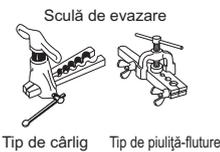
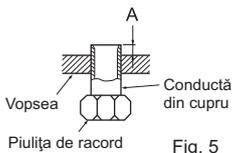

Fig. 4
Fig. 5
- 5) Introduceți complet capacul de scurgere în partea dreaptă din spate a unității interioare. (Fig. 4)
- 6) Introduceți furtunul de evacuare în manșonul pentru orificii realizate în perete (C) și prindeți partea superioară a unității interioare la placa de instalare (1). Apoi, deplasați complet spre stânga unitatea interioară pentru a facilita amplasarea conductelor în spațiul din spatele unității.
- 7) Decupați o bucată de carton din cutia de livrare, rulați-o, prindeți-o de colierul din spate și utilizați-o ca distanțier pentru a ridica unitatea interioară. (Fig. 5)
- 8) Conectați conductele de agent frigorific la conducta prelungitoare (B).
- 9) Împingeți partea inferioară a unității interioare în placa de instalare (1).
- 4) Lucrările de evazare (Fig. 4, 5). Țineți ferm conducta din cupru la dimensiunea prezentată în tabel. Selectați A mm din tabel, în funcție de scula pe care o utilizați.